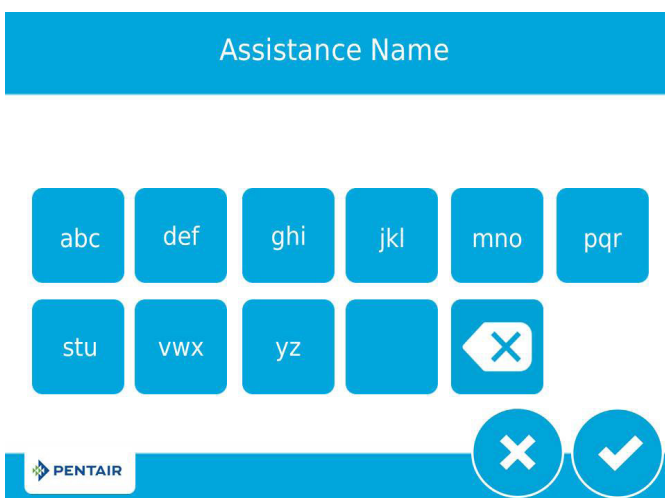

Figure 5 Écran Assistance Name (Nom de la société/personne à contacter)
2. Après avoir appuyé sur , l'écran Assistance Name (Nom de la société/personne à contacter) (Figure 5) s'affiche.